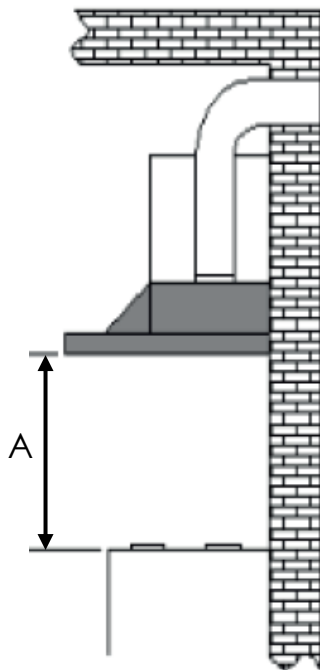

Fig. 3
La distance « A » entre la partie la plus basse de la hotte et la surface d'appui des ustensiles de cuisine doit être de 65 cm au minimum en cas de plaque de cuisson au gaz (Fig. 3).
- Vissez le corps de la hotte au placard avec huit vis à bois (Fig. 4d), en respectant une distance minimale de 65 cm entre le bord inférieur de la hotte et la surface d'appui des ustensiles de cuisine sur la plaque de cuisson (Fig. 3).